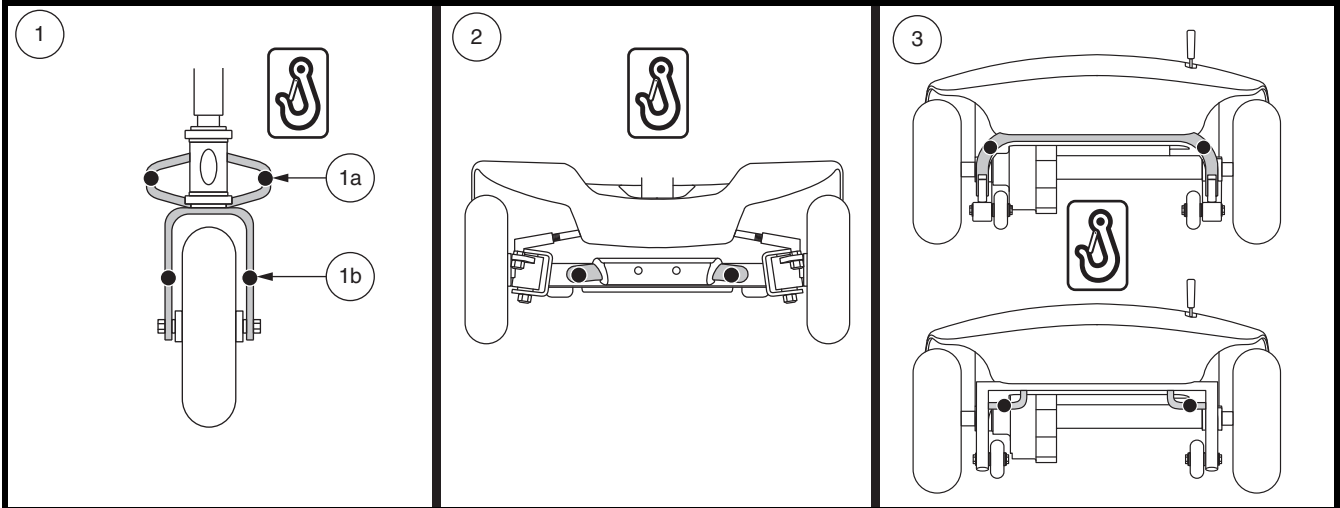

Figure 10. Points d'ancre (Identifié avec des points noirs)
Le Travel Scooter doit toujours être ancrés face à l'avant du véhicule. Fixez les quatre (4) courroies aux points d'ancrage désignés sur le Travel Scooter. Voir la figure 10. Serrez-bien les courroies pour retirer le jeu excessif. N'attachez jamais le Travel Scooter par ses composantes réglables ou mobiles tels que les accoudoirs, capots ou roues. Ces articles devraient être enlevés. Positionnez les points d'ancrage arrière des courroies directement derrière le Travel Scooter. Les points d'ancrage avant sont disposés plus loin de chaque côté du Travel Scooter afin d'augmenter la stabilité latérale.